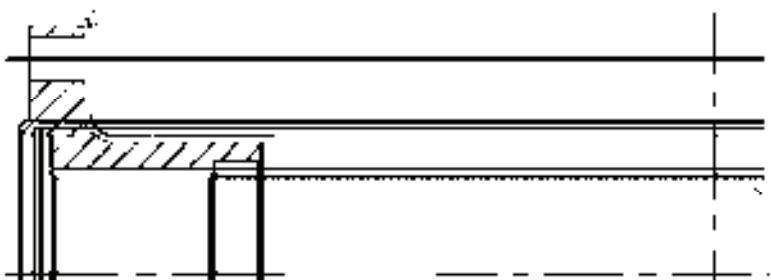
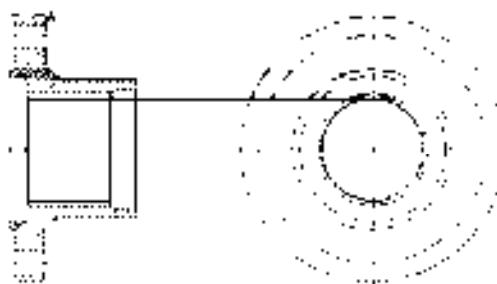

图 8-59 绘制中心线和辅助线后的图形
图 8-60 绘制圆后的图形
- 2) 绘制辅助线。将“实体层”图层设置为当前层。单击“绘图”工具栏中的“直线”按钮，以图 8-59 所示的点 A 为起点绘制长度为“245”(X 轴方向)的直线。使用“直线”命令依次绘制其他辅助线，结果如图 8-59 所示。
- 1) 绘制齿顶圆和齿根圆。单击“绘图”工具栏中的“圆”按钮，以图 8-59 中右边两条中心线交点为圆心，分别以图 8-59 中辅助线 8 到中心线交点的距离、辅助线 6 到中心线交点的距离为半径绘制圆。
- 2) 绘制分度圆和端部孔定位圆。将“中心线”图层设置为当前层，用与上面相同方法，以图 8-59 中右边两条中心线交点为圆心，以图 8-59 中辅助线 7 到中心线交点的距离为半径绘制圆。使用“圆”命令依次绘制其他圆，结果如图 8-60 所示。
- 3) 绘制连接盘端部孔。将“实体层”图层设置为当前层。单击“绘图”工具栏中的“圆”按钮，以图 8-59 中辅助线 2 与竖直中心线的交点为圆心，绘制半径为“8”的圆。